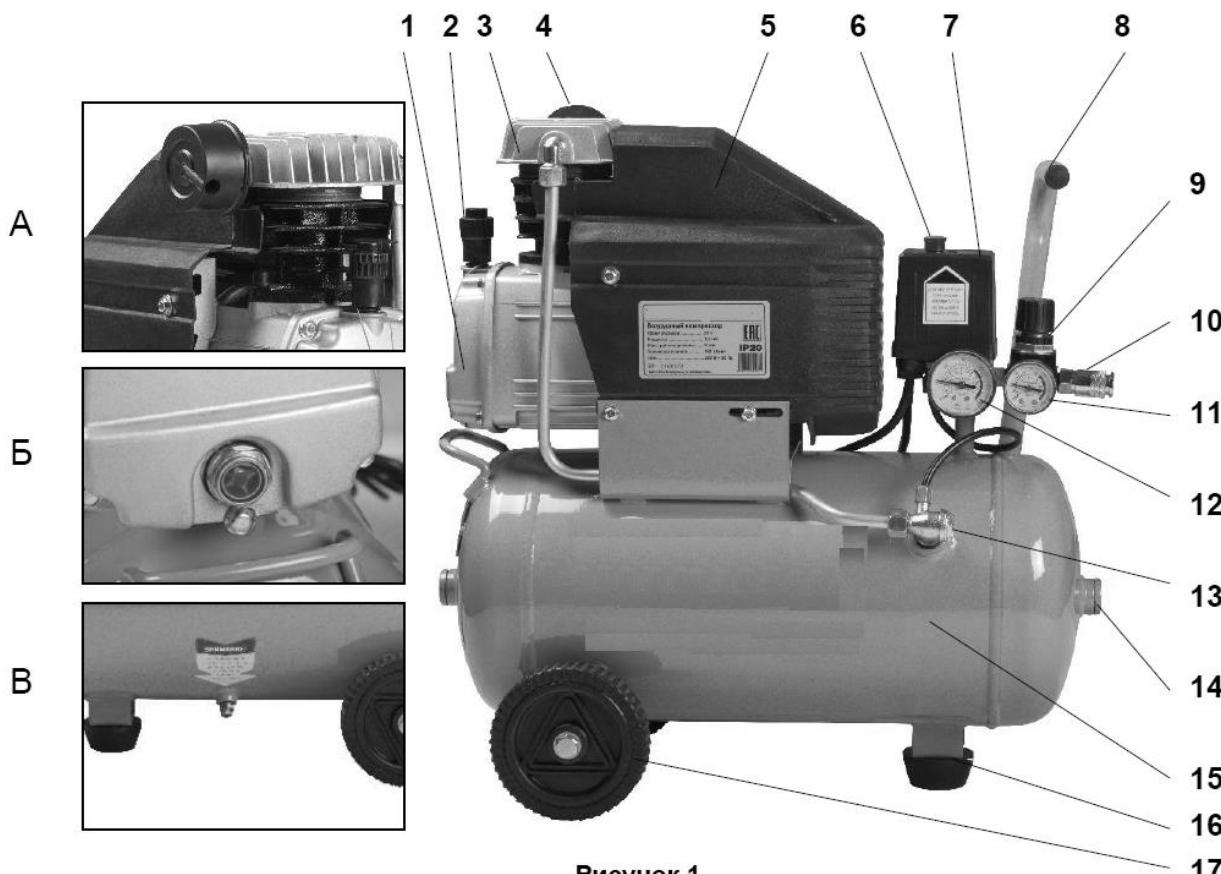

Рисунок 1
Проверьте уровень масла. Он должен быть на уровне "красной точки" контрольного глазка (см. рисунок 1 Б) или чуть выше него. При необходимости долейте масла, отвинтив сапун 2 (см. рисунок 1) на крышке картера. Помните, что после первых 50 часов работы следует полностью заменить масло одним из типов, в указанных в таблице (п. 5.4).
Убедитесь, что на компрессоре установлено защитное ограждение 5, и переключатель 6 находится в выключенном положении (см. рис.1).
После завершения вышеперечисленных операций компрессор готов к эксплуатации. Проверьте, чтобы переключатель 6 (см. рисунок 1) находился в положении «OFF».
При первом запуске компрессора, оставьте его поработать на время приблизительно 5 минут с полностью открытыми кранами выпуска воздуха. По истечении этого времени, закройте кран и проверьте, чтобы компрессор нагнетал воздух в ресивер 15 (рисунок 1) и останавливался автоматически по достижении максимального давления, указанного на компрессоре, а также на индикаторе манометра.
После первых 5 часов работы компрессора проверьте и при необходимости подтяните винты головок цилиндров компрессорной группы 3 (см. рис. 1). В результате теплового расширения металла цилиндров компрессора затяжка винтов может быть ослаблена. Для предотвращения срыва витков резьбы в цилиндрах компрессора, при затягивании винтов не прилагайте чрезмерного усилия.
**ВНИМАНИЕ!** Реле давления (прессостат) 7 (рис. 1) отрегулировано изготовителем, и не должно подвергаться регулировкам со стороны пользователя.
При помощи регулятора давления 9 (рисунок 1), установите требуемое значение: при повороте ручки по часовой стрелке давление увеличивается, при повороте против часовой стрелки – уменьшается.
Значение давления указано на манометр 11 (рисунок 1).
Для быстрого и полного слива масла из картера 1 (см. рисунок 1), смену масла проводите пока компрессор не остыл.
— Отвинтите сливную пробку (см. рисунок 1 Б) и слейте масло в емкость.